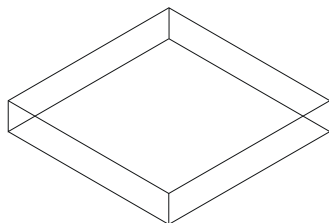

图 9-1-1
STEP 01 使用 BOX 命令绘制底部长方体，如图 9-1-1 所示。其具体操作如下：